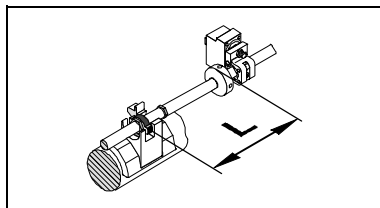

Fig. 17/Bild 17
L'istante corretto viene raggiunto nel momento in cui lo stelo, durante lo spostamento nella direzione della corsa, ha superato il punto di commutazione (S) e vi è tempo sufficiente a disposizione per lo spostamento dell'asta filettata prima che si raggiunga il primo fermo meccanico (v. fig. 17). Per ottenere questo parametro, si deve rispettare la distanza minima **L** (v. capitolo "Curve caratteristiche").
Den korrekta tidpunkten har uppnåtts när den i slagriktningen förflyttade kolstängan har överskridit omkopplingspunkten (S) och det innan den når den första anslagsvingen och återstår tillräcklig tid för transport av gångstängan (se bild 17). Detta tags i beaktning med minimiavståndet **L** (se kurvor).